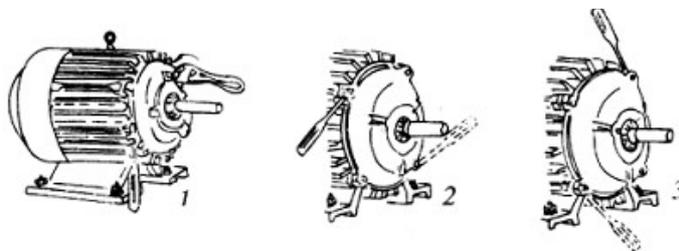

图 4-54 端盖的拆除
(3) 端盖的拆卸。先拆下后轴承外盖，再旋下后端盖的紧固螺钉，最后，将前端盖拆下，如图 4-54 所示。为了便于校正，在端盖与机座的接缝处要做好标记，两个端盖的记号应有所区别。拆卸时应注意：①可用旋具（即螺丝刀、改锥）或铲沿缝口四周轻轻撬动，再用铁锤轻轻敲打端盖与机壳的接缝处，但不可用力过猛；②对于容量较小的电机，只需拆下后盖，而前盖将连同风扇与转子一起抽出；③拆端盖时，应先拆除负荷侧端盖。